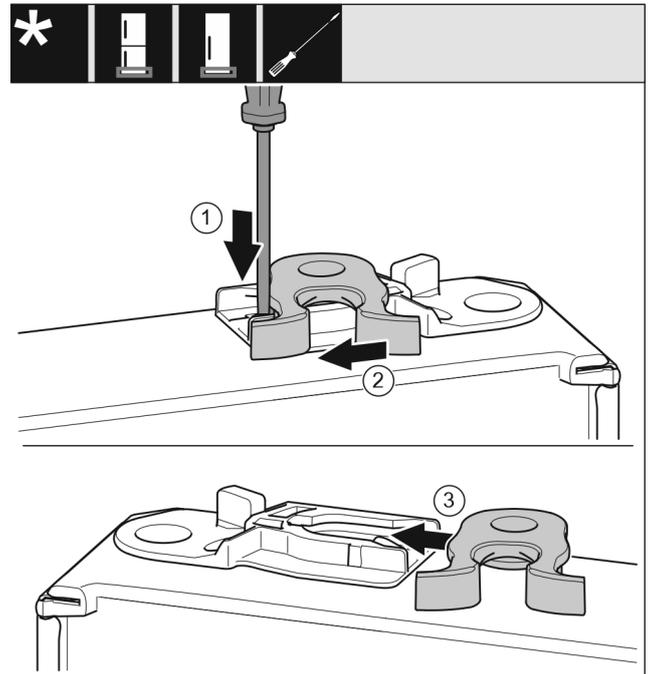

Fig. 27
- ▶ Türunterseite zeigt nach oben: Tür drehen. Fig. 27 (1)
- ▶ Lasche mit Schlitzschraubendreher nach unten drücken. Fig. 27 (1)
- ▶ Schließhaken aus Führung ziehen. Fig. 27 (2)
- ▶ Schließhaken auf anderer Seite in Führung schieben. Fig. 27 (3)